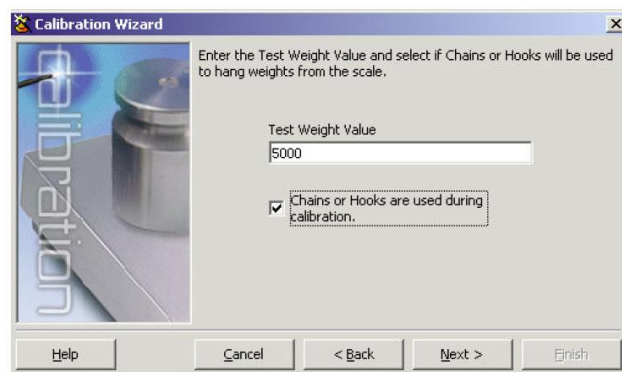

图:4-5. iRev 4 测试砝码值输入界面
3. 输入测试砝码重量(见图 4-5)，如果用吊钩或链子悬挂砝码，选勾下面选项，这将在校准过程中加入“去除偏置(rezero)”步骤。然后点击“Next”。